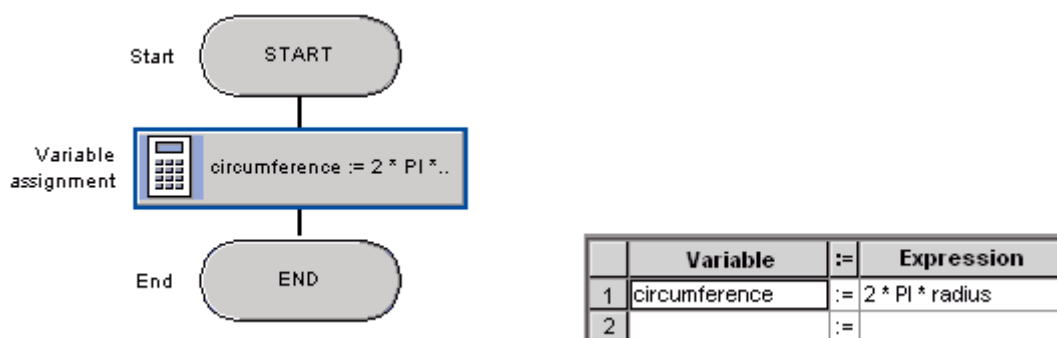

图 4.25 计算圆周长
(3) 调用变量赋值命令，计算圆周长。（注意：FC 的名称即为返回值变量）如图 4.25 所示。